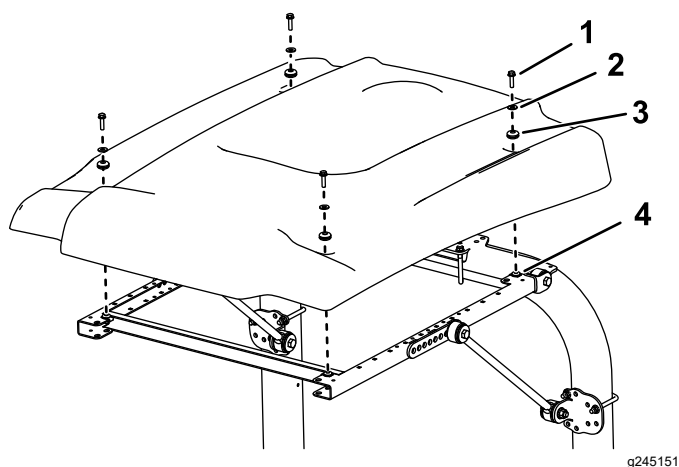

Рисунок 49
9. Выравнивая монтажные отверстия, расположите солнцезащитный навес на раме, как показано на Рисунок 49.
10. Установите каждый угол солнцезащитного навеса на раму с помощью болта с фланцевой головкой (5/16 x 1¼ дюйма), малой шайбы и уплотнительной втулки, не затягивая их (Рисунок 49).